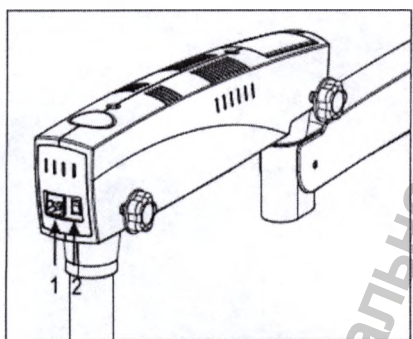

Рис. 14 PRIMA OPH, DNT, ENT
7.1 Подключите кабель питания к гнезду переменного тока (1) см. рис. 14 и 14.1 расположенному на поворотном плече.